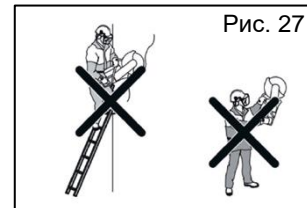

Рис. 27
- Никогда не режьте выше уровня плеч. Никогда не режьте с лестницы. Используйте платформу или подмости, если разрез выше уровня плеч (Рис. 27);